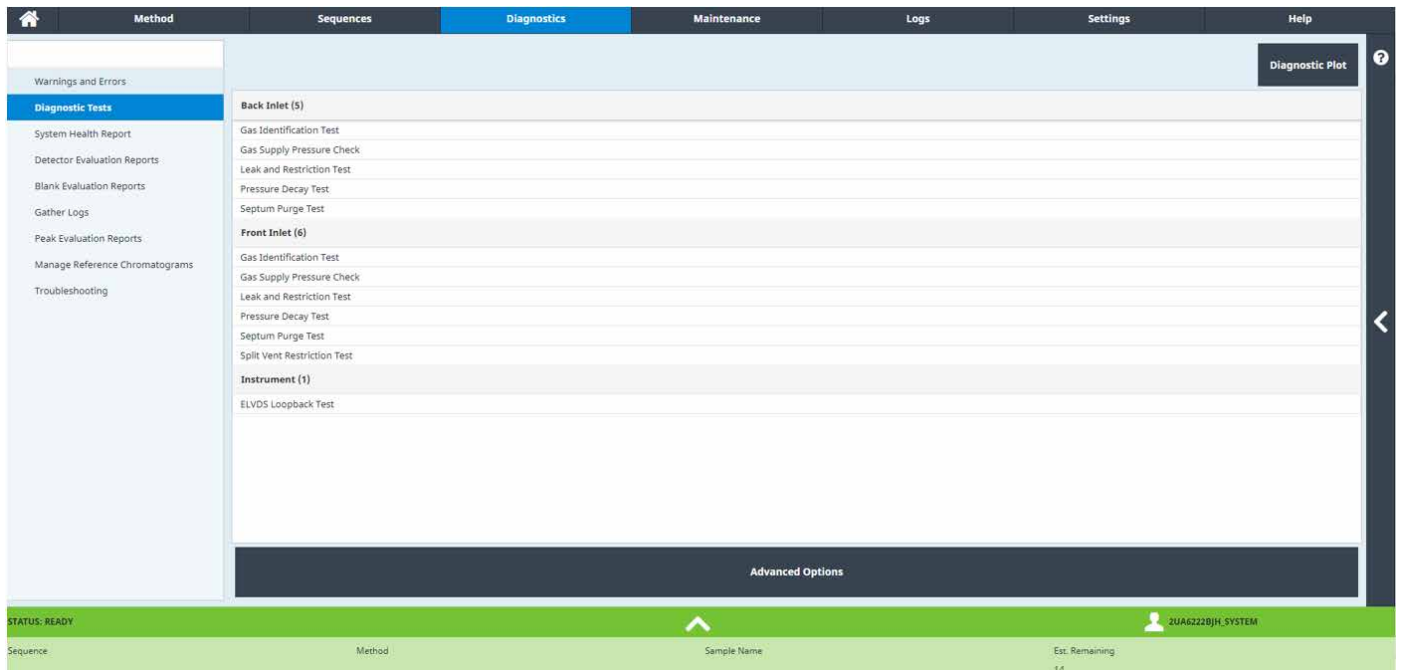

図 12. GC 上に構成されている HW で使用可能な診断テストは、[Diagnostics (診断)] ウィンドウの [Diagnostic Tests (診断テスト)] の下に一覧表示されます。
Diagnostic Tests (診断テスト)：[Diagnostics (診断)] タブの次のメニュー項目は [Diagnostic Tests (診断テスト)] です。これは、GC 本体が自動的に実行できるか、または機器で構成されているハードウェア (HW) に関してユーザーを支援できる手順のリストです (図 12)。